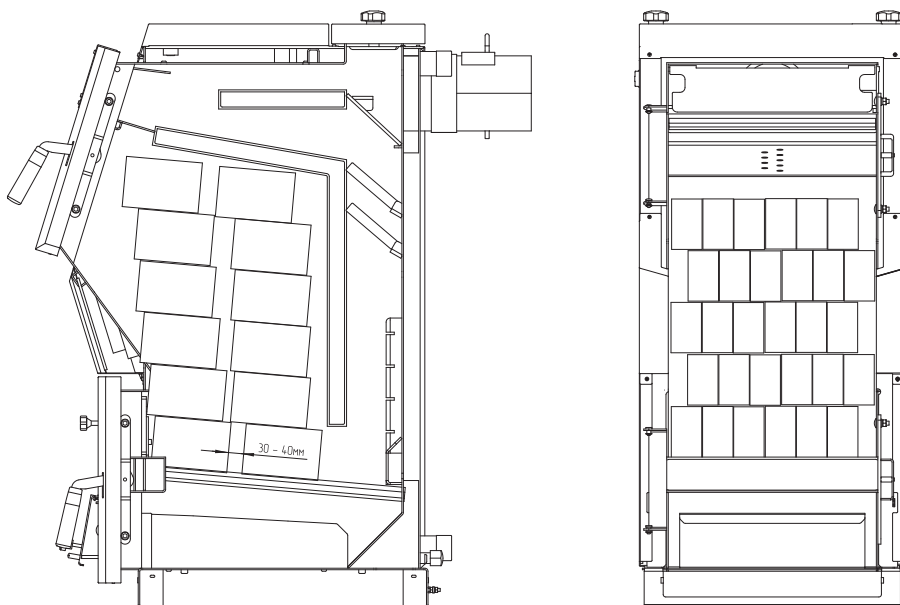
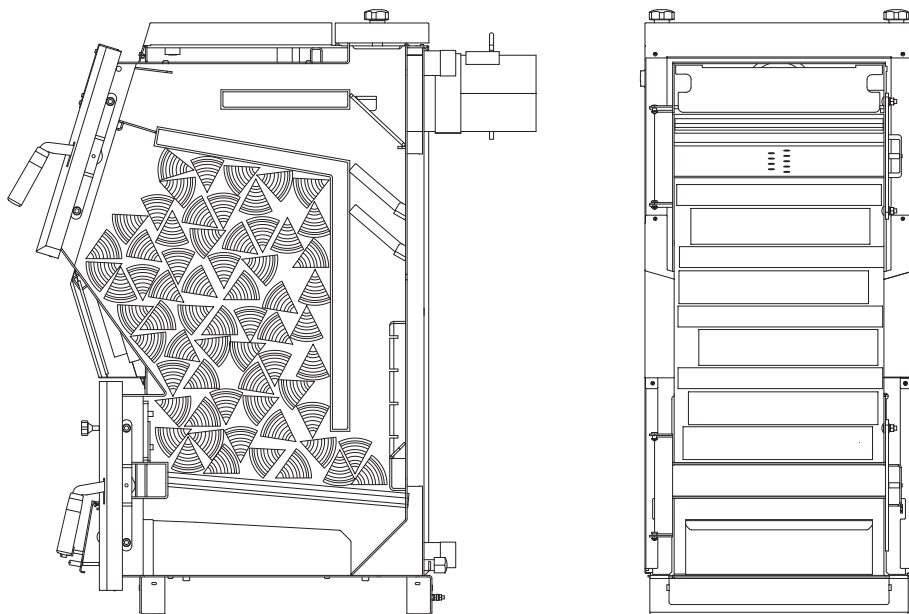
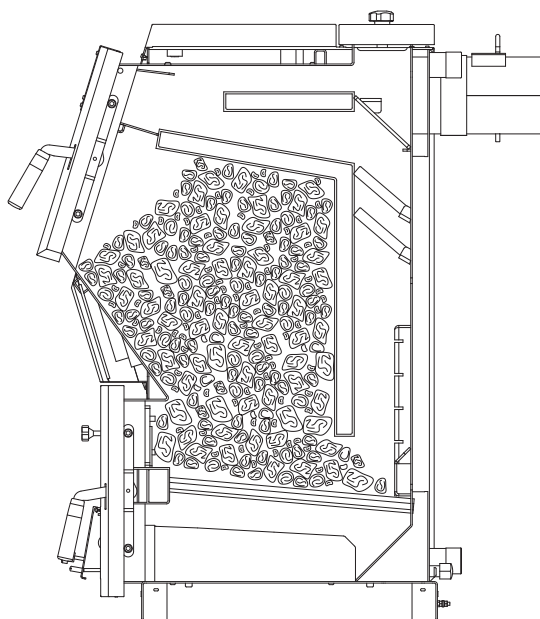

Рис.8 Схема загрузки котла древесными брикетами
Рис.9 Схема загрузки котла дровами
Рис.10 Схема загрузки котла углем
- Заполните топку котла топливом, равномерно распределяя его по всему объему в соответствии **Рис.8, Рис.9, Рис.10**. После загрузки котла убедиться в отсутствии просыпания топлива на рамку загрузочной двери и отсутствии топлива возле загрузочной двери;
- Для загрузки новой порции топлива в котёл необходимо закрыть заслонку подачи воздуха (**Рис.1, поз.7**), открыть дверцу поддувальную (**Рис.1, поз.6**), произвести чистку колосников кочергой, произвести чистку зольного ящика, после чистки установить зольный ящик на место и закрыть дверцу зольную. Открыть дверцу загрузочную и заполнить топку котла топливом, равномерно распределяя его по всему объёму в соответствии **Рис.8, Рис.9, Рис.10**;